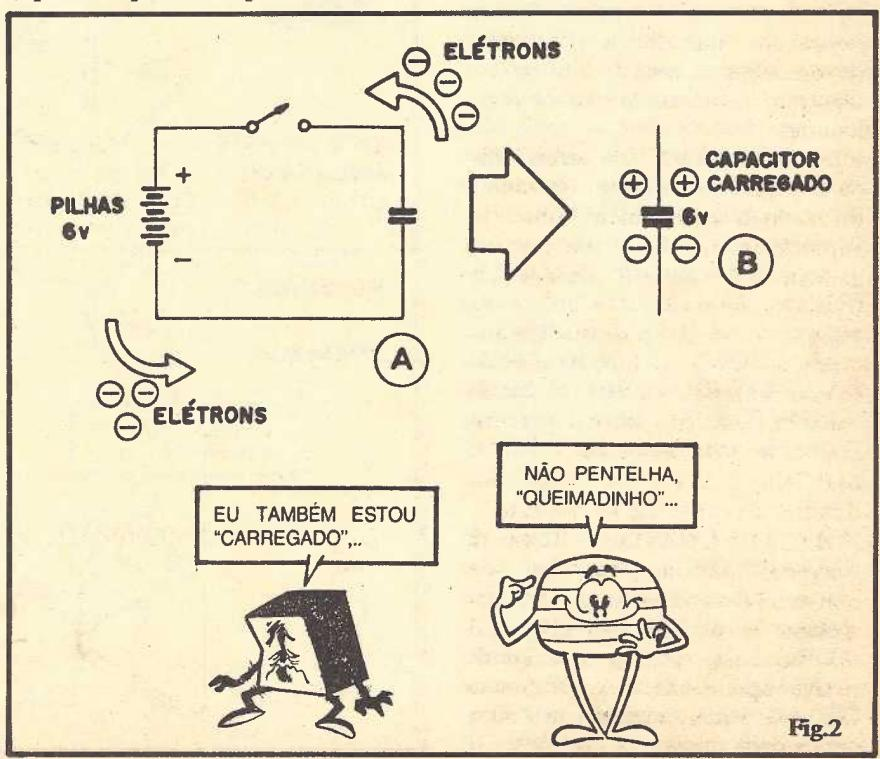
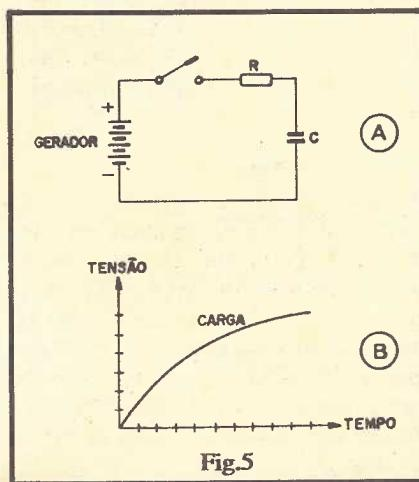

Fig.2
Fig.5
- FIG.2 - Como o capacitor ARMAZENA energia. Em 2-A vemos o arranjo necessário para que o capacitor possa "carregar-se" de energia: um gerador (pilhas, por exemplo) e o capacitor (eventualmente intercalados por um interruptor ou chave, capaz de comandar o processo...). Estando o capacitor em "repouso" (descarregado), ambas as suas placas ou armaduras têm a mesma carga elétrica e, portanto, o componente está "inerte", não havendo diferença de potencial (TENSÃO ou "VOLTAGEM"...) entre seus terminais. Ligando-se ("fechando-se") o interruptor, o terminal **positivo** das pilhas "atrai" os elétrons livres existentes na placa do capacitor a ele ligado. "Perdendo" elétrons (que são cargas elétricas **negativas**), essa placa ou armadura do capacitor assume carga positiva em relação à outra placa! O terminal **negativo** das pilhas (ou gerador, por sua vez, tem elétrons "sobrando" (por isso é "negativo"...), que são então "fornecidos" à outra placa do capacitor! Assim, após um certo TEMPO (contado a partir do momento em que se ligou o interruptor...), o capacitor assume uma carga elétrica, manifestada na forma de uma diferença de potencial (TENSÃO) entre suas placas ou terminais. Esse TEMPO depende unicamente do próprio valor do capacitor (quanto maior o valor, maior o tempo...). Assim, se esperarmos um pouquinho, após o "ligamento" do interruptor, podemos desligá-lo e retirar o capacitor do arranjo, que este "guardará" a diferença de potencial de 6 volts, com a qual se "carregou"! Guardem bem isso: O CAPACITOR LEVOU UM CERTO TEMPO E ARMAZENOU ENERGIA, NA FORMA DE UMA TENSÃO ENTRE SEUS TERMINAIS.
na razão direta do TAMANHO (área) das suas placas. Assim, quanto maiores forem as superfícies das placas condutoras, mais cargas o capacitor pode "guardar"... Também quanto mais isolante e "fino" for o DIELÉTRICO, maior valor de CAPACITÂNCIA podemos obter no componente! Se o DIELÉTRICO fosse um isolante perfeito (infelizmente isso não existe, na prática, como vimos na Lição de ABC nº 1) e também o meio onde o capacitor estivesse localizado fosse um absoluto isolante, o estado mostrado na fig. 2-B (capacitor "carregado" com uma diferença de potencial determinada pela tensão do gerador...) seria permanente (até que se promovesse a "descarga", como veremos mais à frente...).
FIG. 5 - Quando uma bateria ou gerador qualquer é ligado diretamente a um capacitor (ver fig. 2, lá atrás...), o componente se "carrega" muito rapidamente (o **pequínssimo tempo** que levar será proporcional ao valor da capacidade, conforme já explicado...). Agora, e se a gente "segurar" a CORRENTE de carga do capacitor, usando para isso justamente "aquele" componente capaz de colocar um "obstáculo" à dita corrente: o RESISTOR (visto em ABC nº 1)? O esqueminha mostrado na fig. 5-A mostra como
isso pode ser feito: basta intercalar, entre o gerador (pilhas, no caso) e o capacitor (C), o resistor (R). NÃO IMPORTA se o resistor R está ligado a uma ou a outra placa do capacitor (arranjo pilhas/resistor/capacitor está "em série", intercalado unicamente pelo interruptor, na figura...). No caso do exemplo, podemos "retardar" a carga do capacitor, fazendo com que este "leve algum tempo" para "chegar", nas suas placas, à tensão oferecida pelo gerador ou fonte de energia (pilhas). O TEMPO que o capacitor leva para atingir determinada tensão de carga obedece a uma "curva" (fig. 5-B). Essa "curva" constitui a representação gráfica do que chamamos CONSTANTE DE TEMPO, que pode ser reduzida a fórmulas de uso prático, conforme veremos a seguir:
No caso do exemplo (fig. 5) se R tiver o valor de 10 Ohms e C o valor de 1 Farad, o tempo que C levará para "assumir" 2/3 da tensão do gerador (assim que ligado o interruptor, e supondo que previamente C estivesse descarregado...) será de 10 segundos:
Como a "curva de carga" (fig. 5-B) não é "regularmente proporcional", para sabermos quanto TEMPO o capacitor C levará para atingir a TENSÃO total do gerador ou fonte, devemos multiplicar essa CONSTANTE DE TEMPO básica por 5 (aproximadamente), com o que teremos a seguinte FÓRMULA: